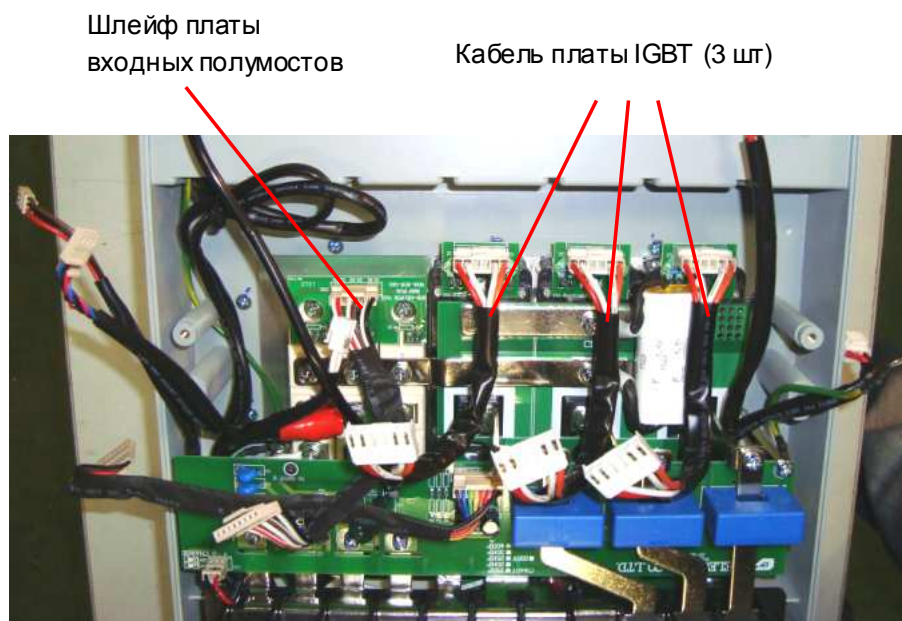

Рис. 7.16
- 7.9.1. Подключить шлейф платы входных полумостов к монтажной плате входных полумостов (рис. 7.16).
7.9.2. Подключить три кабеля платы IGBT к монтажным платам IGBT (рис. 7.16).